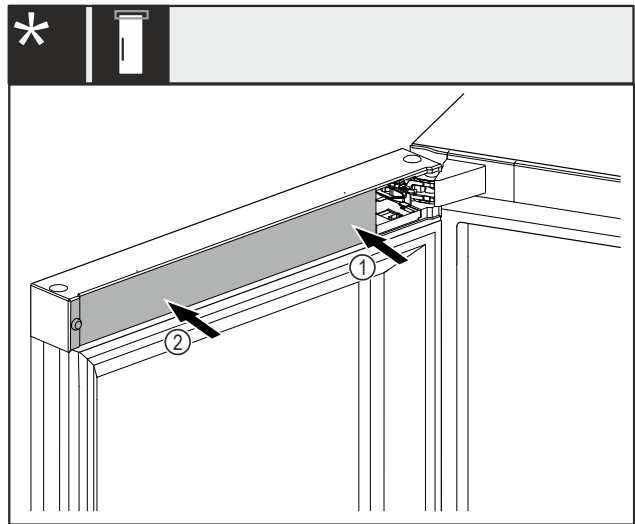

Fig. 50 *
- ▶ Afdekking Fig. 50 (1) eerst aan de lagerbokzijde plaatsen en vastklikken.*
- ▶ Afdekking Fig. 50 (2) aan de buitenkant plaatsen en vastklikken.*